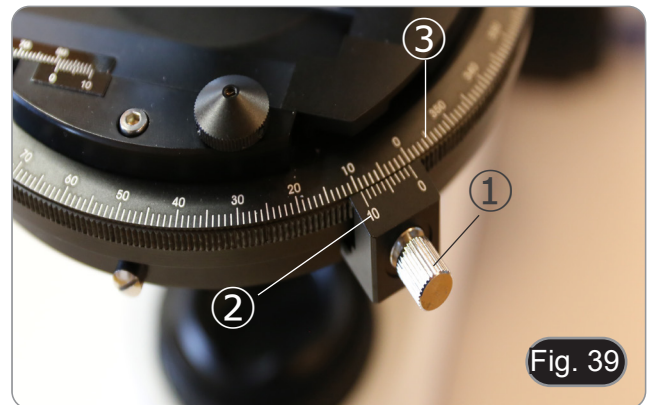

Fig. 39
1. Allentare la vite di blocco di rotazione del tavolino ① e ruotare il tavolino fino a che la scala graduata del tavolino ② ed il nonio ③ siano allineati sulla posizione di "0". (Fig. 39)
6. Riportare sulla posizione di "0" il tavolino e serrare la vite di blocco ①. (Fig. 39)